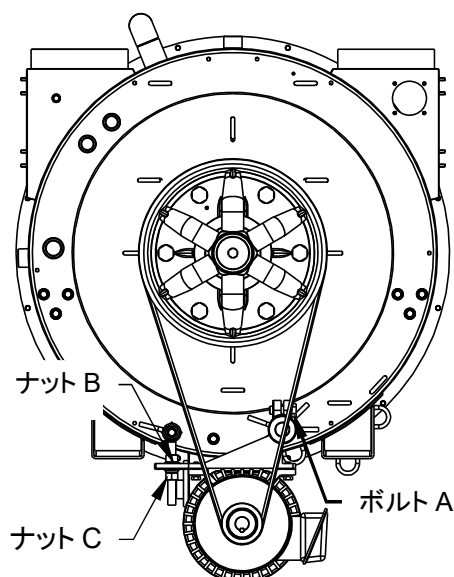

図 8-4
2) Vベルト張力調整(図 8-4)
- ① ボルト A を緩めます。
- ② ベルトの張力を確認しながら、ナット B とナット C を使いベルトの張力を調整します。
- ③ 適切な張力に調整できたなら、最後にボルト A、ナット B、ナット C を確実に絞めること。